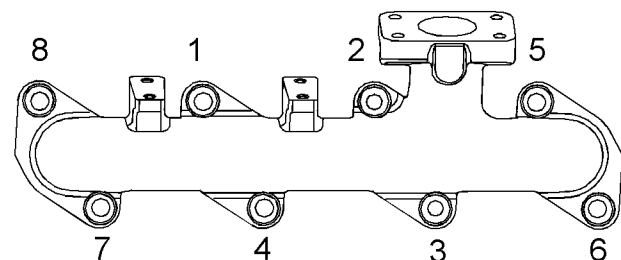

図 53
2. すべてのボルト(1)のトルクを点検してください。図53に示されている順番にボルトを締め付ける必要があります。